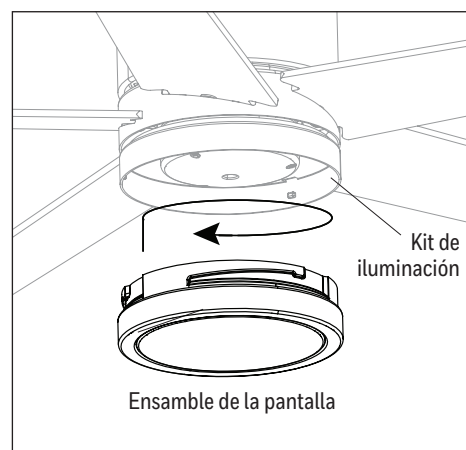

Figura 4.6
6. Fije el ensamble de la pantalla al kit de iluminación girando la pantalla firmemente en dirección de las manecillas del reloj hasta que esté segura. **PRECAUCIÓN:** evite enroscar el pantalla durante la instalación. Una instalación incorrecta podría hacer que el ensamble de la pantalla sea difícil de retirar o hacer que se caiga, lo que podría causar lesiones graves (Figura 4.6).